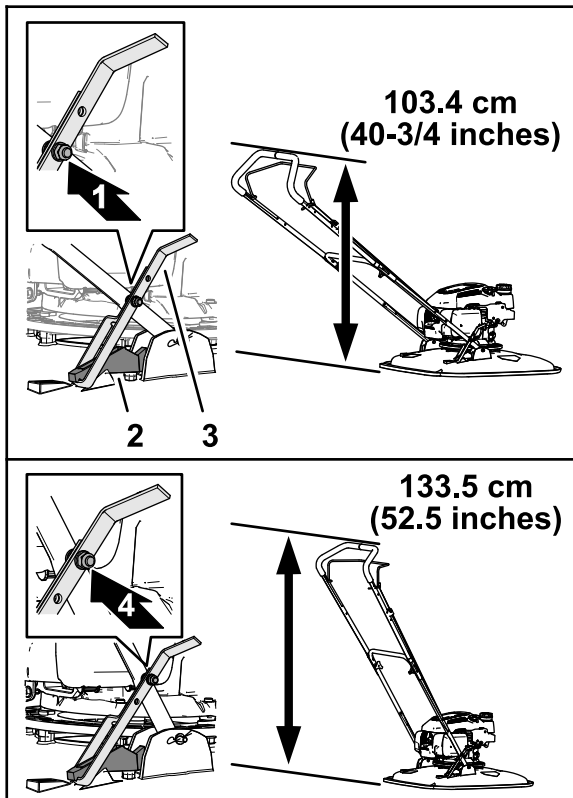

Bild 3
1. Ermitteln Sie die Holmhöhe, wenn der Fußanschlag an der Halterung des Höhenanschlags befestigt ist (Bild 3).